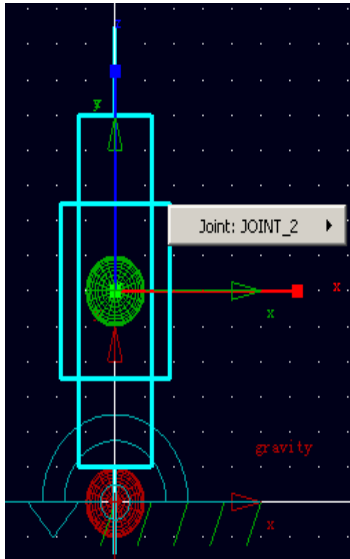

图 3-3 在球体 (PART\_3) 上创建移动副
3.3 在 **ADAMS/View** 约束库中选择移动副 (**Joint: Translational**) ，参数选择为 **“2 Bod-1 Loc”** 和 **“Pick Feature”**，鼠标左键先点击点 (0, 60, 0) 处的球体 (**PART\_3**)，然后点击原点处的球体 (**PART\_2**)，最后在球体 (**PART\_3**) 中心点击鼠标右键，在弹出 **Select** 对话框中选择 **“PART\_3.cm”**，然后点 **“OK”** 确定，就会出现白色的箭头，移动光标，使箭头指向 **Y** 轴的正方向后点击鼠标左键，从而在球体 (**PART\_3**) 上成功创建移动副 (**Joint:JOINT\_2**)，如图 3-3 所示